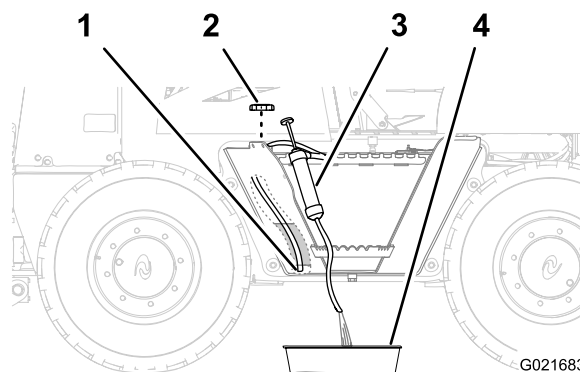

Figura 52
1. Rimuovete il tappo dal serbatoio del carburante (Figura 52).
del serbatoio del carburante e verso il fondo dello stesso (Figura 52).
3. Dirigete il flessibile di scarico dell'attrezzatura per il pompaggio in una bacinella (Figura 52).
6. Montate il tappo carburante sul bocchettone di riempimento del serbatoio del carburante (Figura 52).